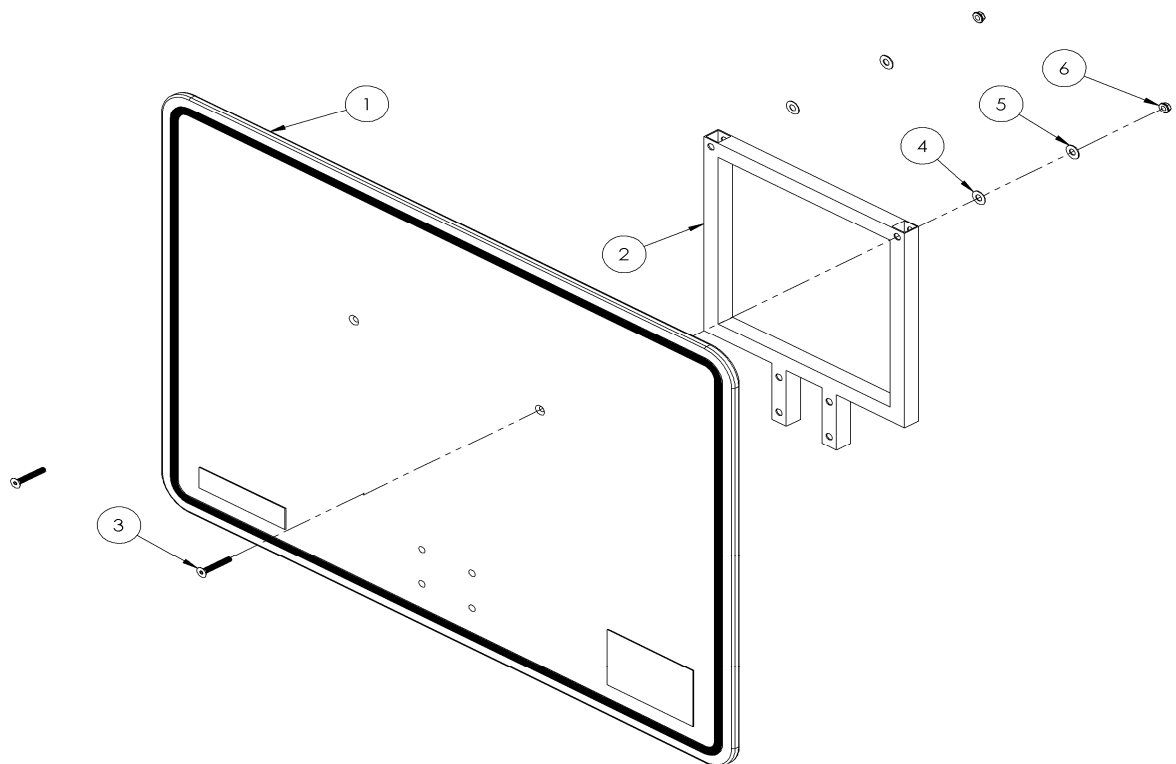

Fig.1
1. Fixez le panneau en acrylique (1) au cadre de fixation carré (2) avec les vis plates à tête creuse en acier inoxydable (3), les rondelles en nylon de 3/8 po (4), les rondelles plates en acier inoxydable de 3/8 po (5) et les contre-écrous à embase en acier inoxydable de 5/16 po -18 (6), comme indiqué sur la **FIGURE 1**. **NE FIXEZ PAS LE PANNEAU À UN MUR EN BÉTON OU À TOUTE AUTRE SURFACE RUGUEUSE.** Vous pouvez utiliser le carton de l'emballage comme surface de travail. Assemblez toutes les parties ensemble avant de serrer complètement la visserie. **Les protections en caoutchouc préinstallées sur le cadre de fixation (2) doivent être orientées en direction opposée au panneau en acrylique (1), comme le montre l'image ci-dessous.**